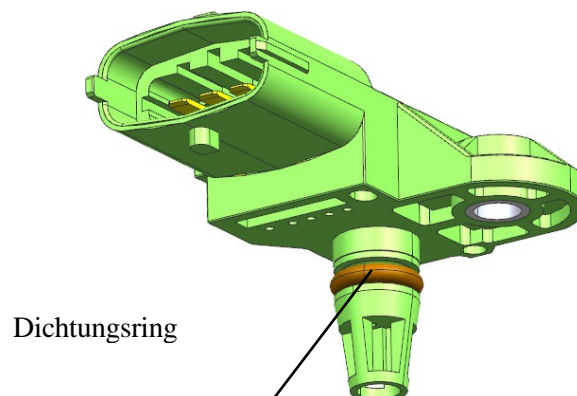

Abb. 69. Druck- und Temperatursensor
9. Luftdruck- **und** **Temperatursensor** 40905.3829010¹⁾ (DS-S3-TF, 0 261 230 217) von „Bosch“ oder Luftdruck- **und** Temperatursensor 409051.3829010-00 (746.3829000) von „AutoTrade“ (Abb. 69) – befindet sich am Luftansaugkrümmer des Motors. Bei Motoren des Typs ZMZ-40904.10 wird der Sensor nicht eingebaut.